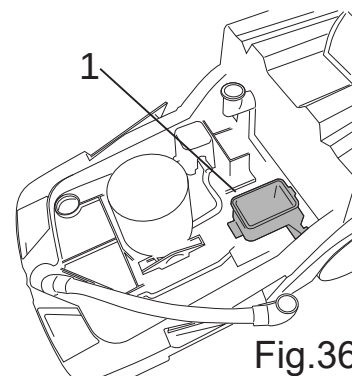

Fig.36
- Rengjør innsiden av strupeventilen (fig. 36 - ref. 1). Fjern eventuelle avleiringer og skyll med vann. Rengjør pakningene på lokket med en myk klut.